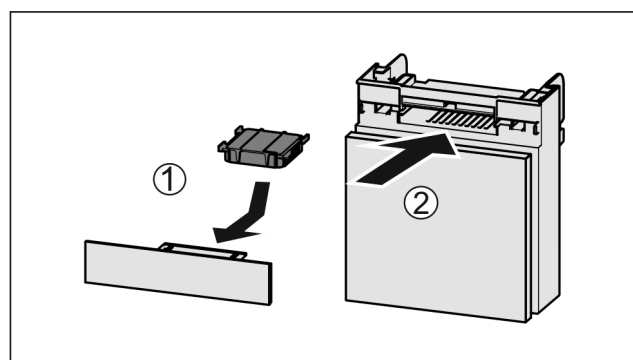

Fig. 136
- Introduzca el compartimiento Fig. 136 (2).